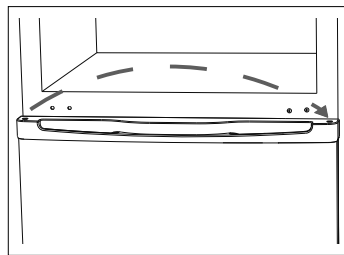

Fig. 9
- ▶ Rimuovere il tappo cieco del perno della cerniera sul lato sinistro della porta del vano frigorifero e inserirlo nel foro sul lato destro (vedere la **fig. 9**).
- ▶ Rimuovere la porta del vano frigorifero (5).
- ▶ Allentare le due viti di sostegno della cerniera inferiore e rimuoverla. Utilizzare una chiave per dadi da 8 o un cacciavite a croce (vedere la **fig. 9**).
- ▶ Eliminare anche il piedino d'appoggio sul lato opposto (vedere la **fig. 9**).